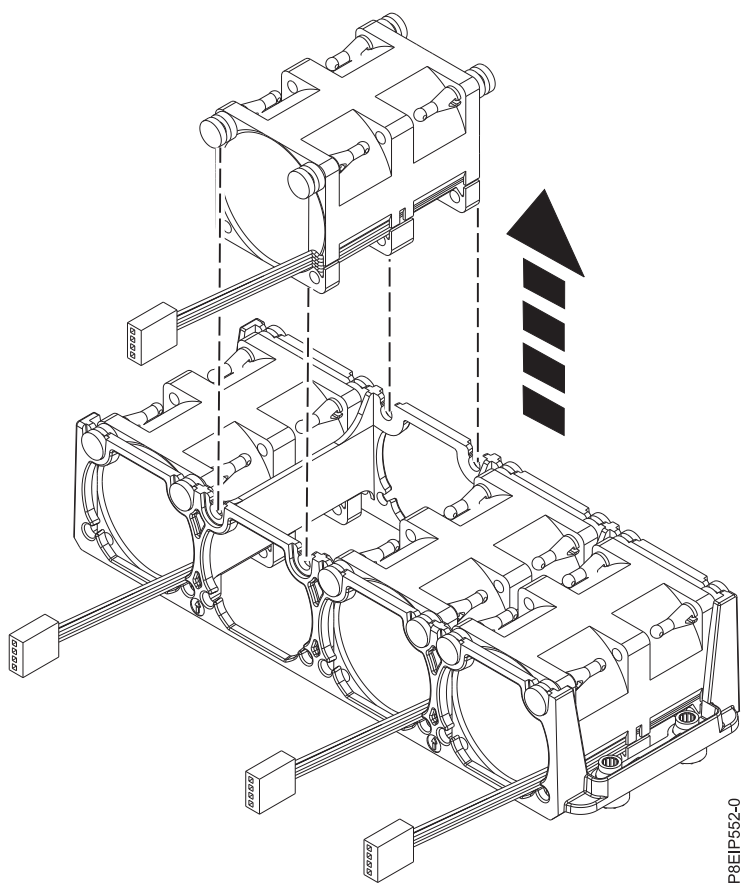

図 12. ファンの取り外し
4. ホルダーからファンを押し上げます (16 ページの図 12 を参照)。